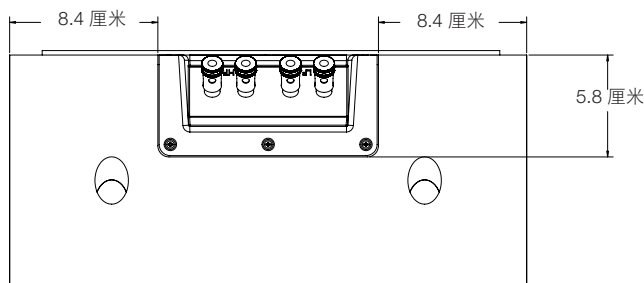

图 13
**注意：**图 13 是一个机背盒端子护盖端视图和各种测量值，旨在帮助您在立柱框架上打开切口以铺设扬声器线缆至 SCL-2 的端子。